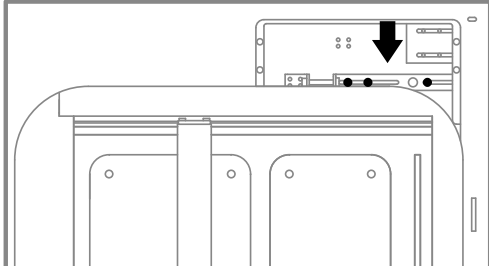

Abb. 12.73 Löse die drei Schrauben des Spanmechanismus.
11. Um die Antriebskordel zu spannen, nimm einen 7-mm-Schlüssel und löse die drei in Abbildung 12.73 markierten Schrauben.
13. Ziehe die drei in Abbildung 12.73 markierten Schrauben mit einem 7-mm-Schlüssel fest.